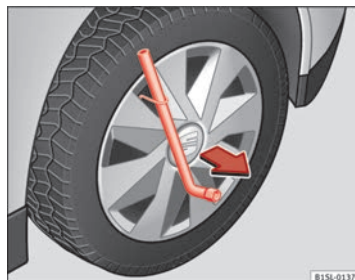

Fig. 139 Desmontar el tapacubos integral.
- Introduzca la llave para las ruedas en el gancho de alambre ⇒ fig. 139 y tire del tapacubos en el sentido que indica la flecha.